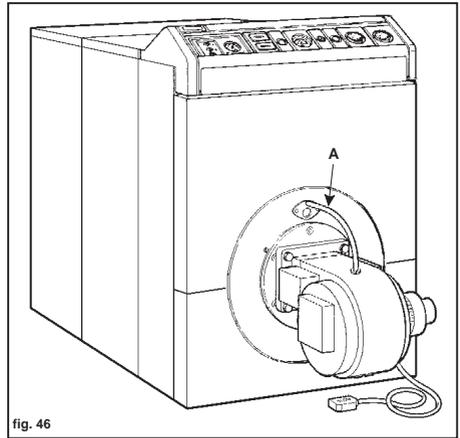

fig. 46
32. (Fig. 46) Brenner gemäß der Herstelleranleitungen montieren. Für die Kühlung des Kesselkontrollfensters ist außerdem ein Schlauch an die Brenner-Luftdüse (A) anzuschließen.